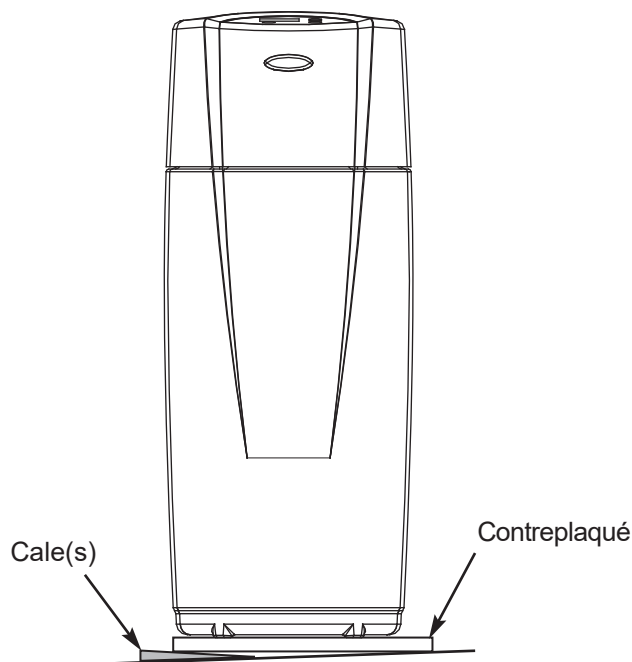

FIG. 8
1. Placez le système de filtration d'eau central à l'emplacement déterminé. Placez-le sur une surface de niveau. Si nécessaire, déposez l'appareil sur un morceau de contreplaqué, d'une épaisseur minimale de 5/8" po. Ensuite, insérez des cales de 5/8" d'épaisseur sous le contreplaqué pour mettre le système de filtration central de l'eau au niveau (voir la figure 8).